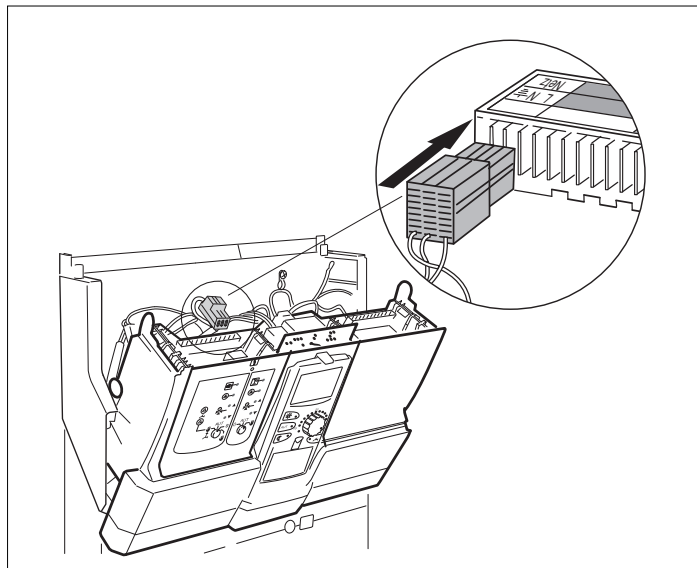

Рис. 7 Подключение разъема 1 к электросети
- Вставьте соединительный штекер модуля (230 В) в предусмотренное для него место в штекерной планке (→ Рис. 7).
- Отсоедините штекер (230 В) модуля (→ Рис. 7, поз. 16) и все соединительные провода модуля ZM424 и зафиксируйте их в позиции крепления.